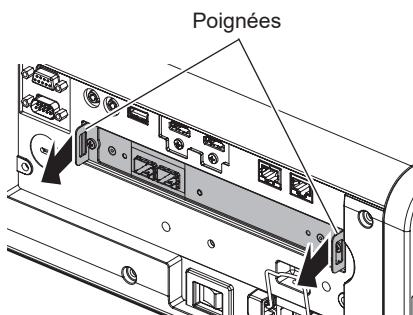

Fig. 1
1) Retirez la carte de fonction. (Fig. 1)